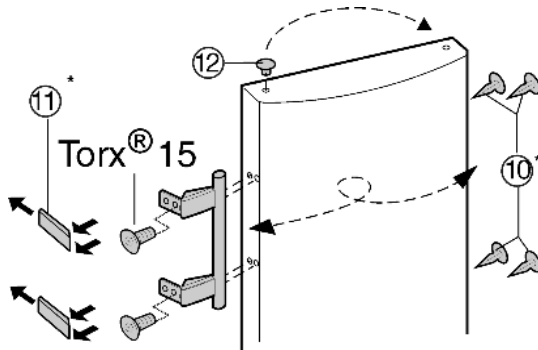

Fig. 9
- ▶ Stopfen *Fig. 9 (12)* aus der Türbuchse herausheben und umsetzen.
- ▶ Türgriff, Stopfen *Fig. 9 (10)* und Druckplatten *Fig. 9 (11)* abmontieren und auf die Gegenseite umsetzen.